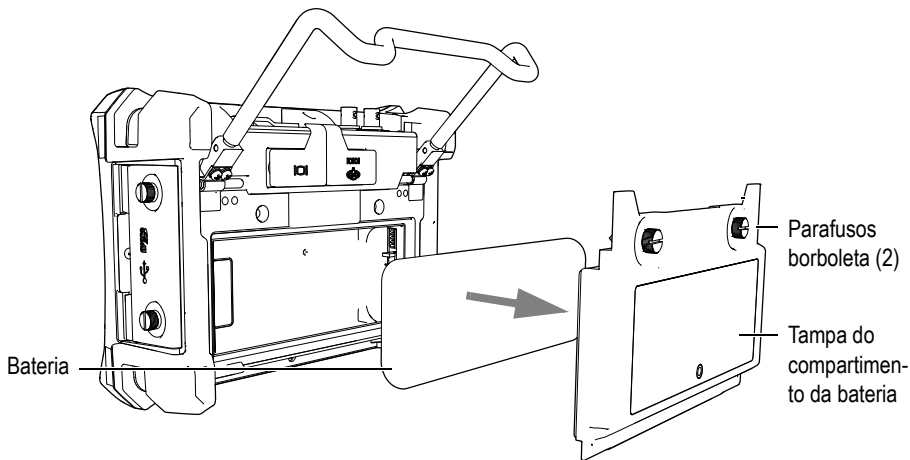

Figura 4-4 Abrindo o compartimento da bateria
A bateria fica localizada dentro do compartimento de bateria, na parte de trás do EPOCH 600 (veja Figura 4-4 na página 80).
2. Na parte de trás do aparelho, solte os dois parafusos que prendem a tampa do compartimento da bateria (veja Figura 4-4 na página 80).